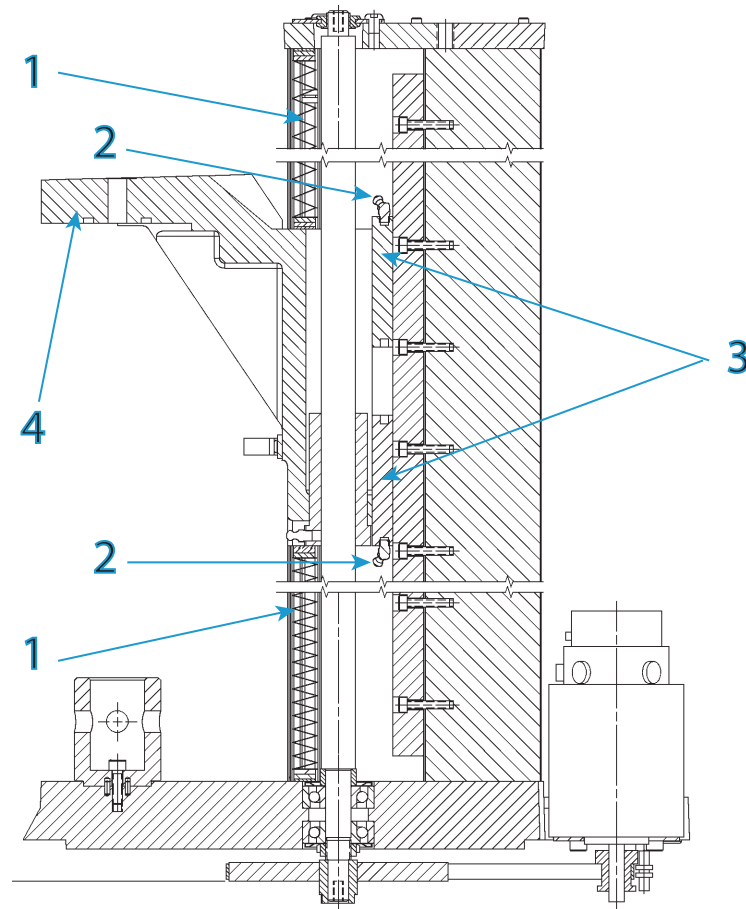

Abbildung 23. Schmierung des Linearführungsschlittens
Legende für Abbildung 23
1. Stellen Sie sicher, dass der Netzschalter in der Aus-Stellung (0) steht und ziehen Sie das Netzkabel aus der Netzsteckdose heraus. Stellen Sie sicher, dass keine LEDs an der Anzeigenkonsole leuchten.
6. Lösen Sie die Kugelumlaufspindel-Abdeckungen von der Traverse und schieben Sie sie von der Traverse weg. Abbildung 23 auf Seite 130 zeigt den Schmiernippel an den beiden Schlitten.